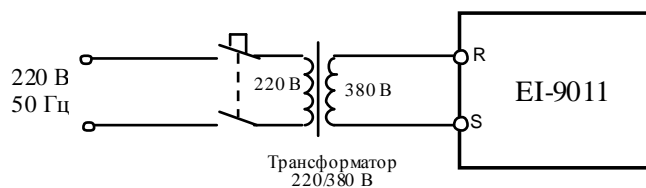

Рис. 4.17. Подключение ПЧ к сети 1ф 220В через трансформатор
**Примечание:** при проведении диагностики допустима подача силового напряжения 1ф 220В через повышающий трансформатор 220В/380В (п. 3.4.3), как показано на рис. 4.17.
Примечание. Возможно проведение проверки на лампы при подаче питания через трансформатор (рис. 4.17).